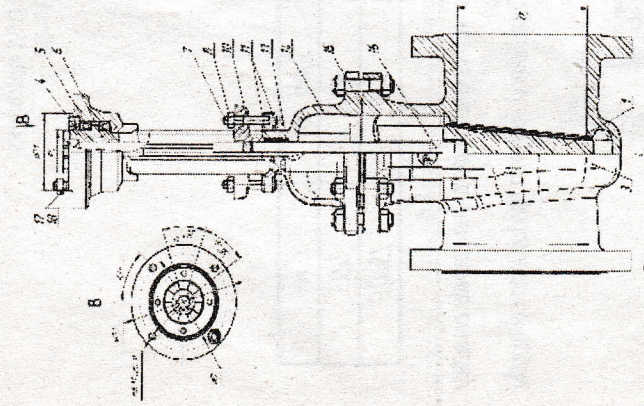

Рисунок 1
3.1 Задвижки состоят из следующих основных частей (см. рисунок 1,2):
Маховик через гайку шпинделя (задвижка с ручным управлением, рисунок 2 или приводной вал электропривода, редуктора) через гайку шпинделя кулачковую - полумуфту (задвижка под электропривод или с редуктором, рисунок 1) сообщает шпинделю поступательное или вращательное движение.